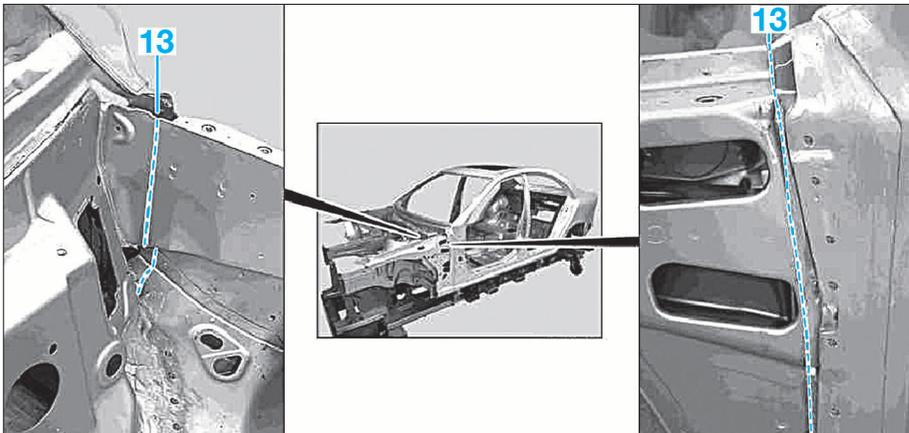

FIG. 17
- Couper le demi bloc suivant les lignes de coupe (13) (Fig.17).